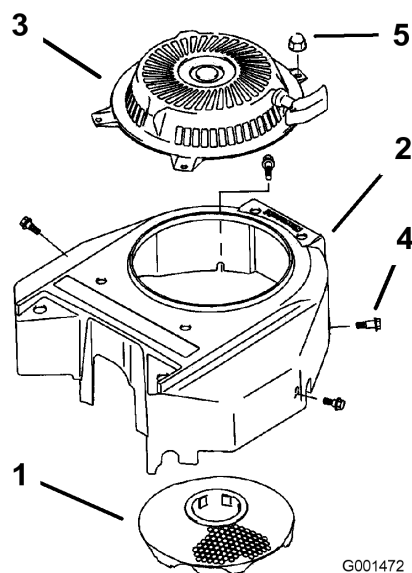

Figure 28
3. Retirez la grille d'entrée d'air, le lanceur et le boîtier du ventilateur (Figure 28).
5. Remettez la grille d'entrée d'air, le lanceur et le boîtier du ventilateur (Figure 28).